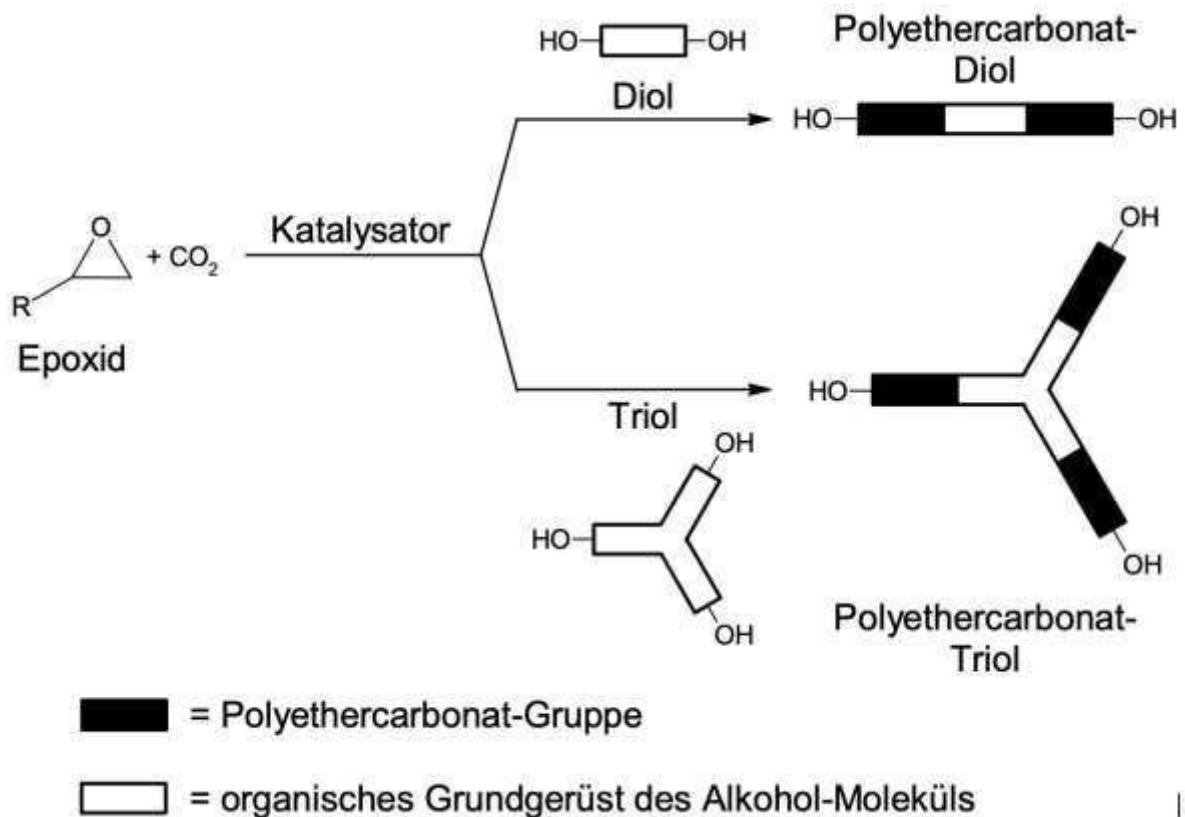
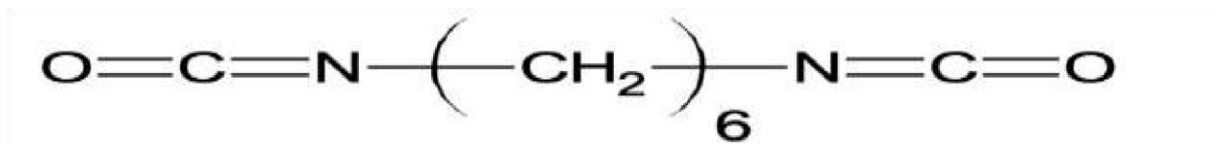

Abb. 2: Schema der Herstellung von Polyethercarbonatdiolen (PEC-Diolen) und Polyethercarbonattriolen (PEC-Triolen)
Abb. 3: Hexamethylenediisocyanat
2. Kohlenstoffdioxid kann mit Epoxiden und Polyolen zu sog. Poly ethercarbonat-polyolen (PEC-Polyolen) (Abb. 2) reagieren. Diese können mit Diisocyanaten zu verschiedenen Kunststoffen umgesetzt werden.
2.1. Formulieren Sie ein Reaktionsschema für die Reaktion des PEC-Diols (Abb. 2) mit Hexamethylenediisocyanat (Abb. 3) zu einem Polymer und benennen Sie den Typ der Polyreaktion [5 BE]